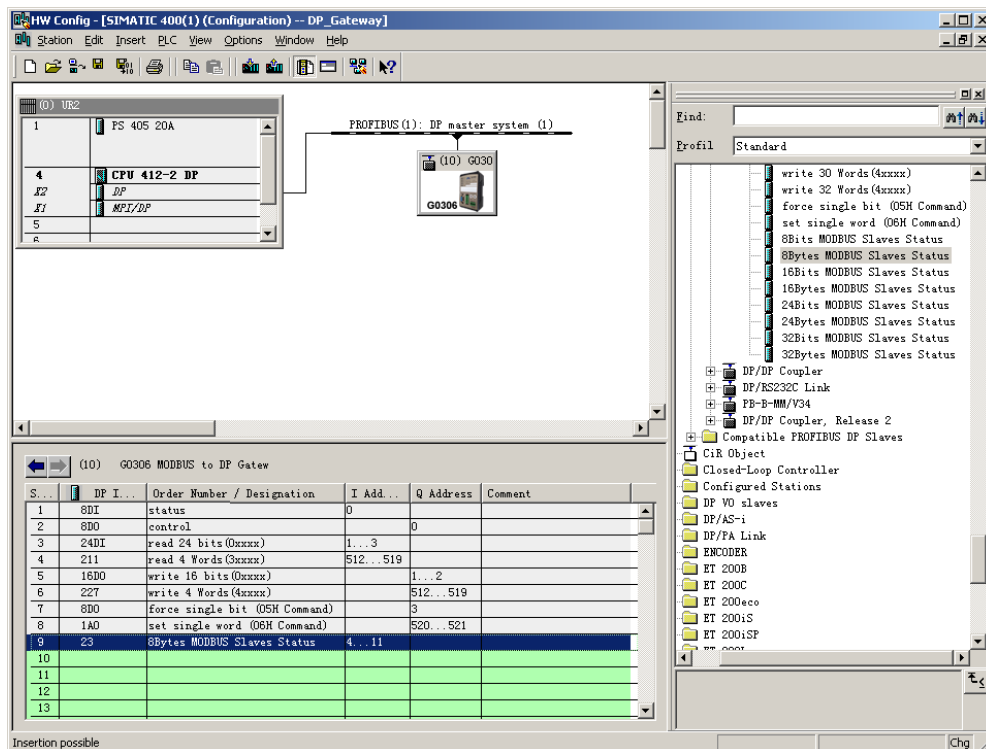

图 38 添加“8Bytes MODBUS Slaves Status”模块
b) 添加“8Bytes MODBUS Slaves Status”模块，如图 38 所示：